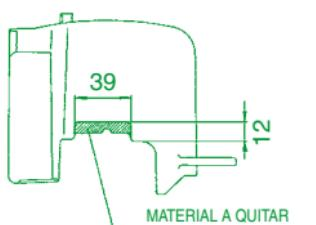

Fig. 3
- Introducir la junta de la culata (8) y la culata (6) en los espárragos a tope en el cilindro.
- Montar el protector que envuelve el cilindro en el cilindro (modificado como indicado en la Fig. 3), el encanalador de aire y la nueva bujía (ver sección "Recomendaciones importantes").